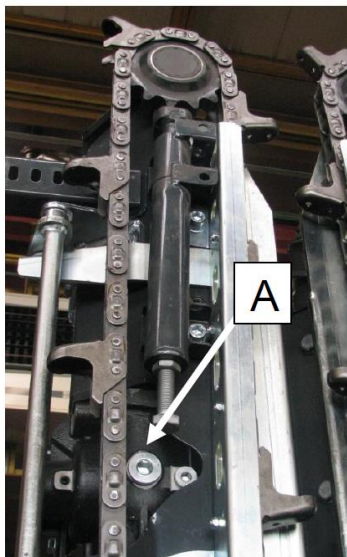
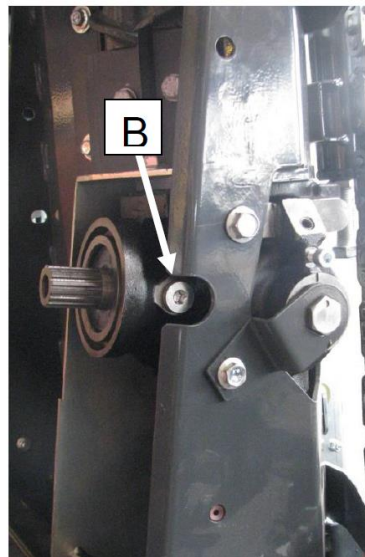

FIGURA 27
FIGURA 28
Figura 27 i Figura 28 przedstawiają korek otworu wlewowego (A) i korek spustowy (B) podzespołu rozdrabniacza. Otwory zostały umieszczone w przedłużeniu przekładni ramy.